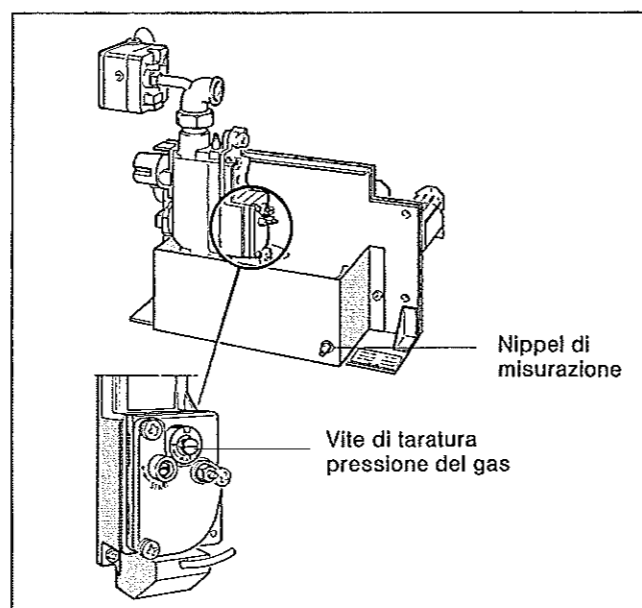

Fig. 12: Bruciatore gas con „Junkers“ CE 423 I, Gas di città
- Correggere la pressione agendo sulla vite di taratura (Fig. 12) verso destra (+) o verso sinistra (-) fino a quando leggete il valore voluto sul contatore del gas.
- Correggere la pressione del bruciatore 1 agendo sulla vite di taratura del regolatore della pressione gas (Fig. 12) verso destra (+) o verso sinistra (-) finchè non si legga il valore voluto al contatore del gas.